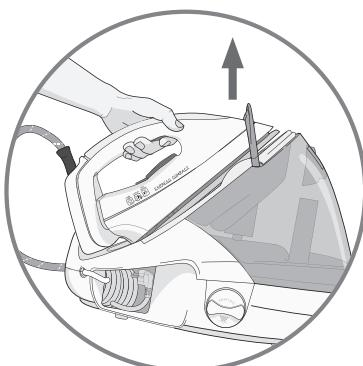

fig. 3
- Tag fat om strygejernets håndtag for at transportere dampgeneratoren - **fig.3**